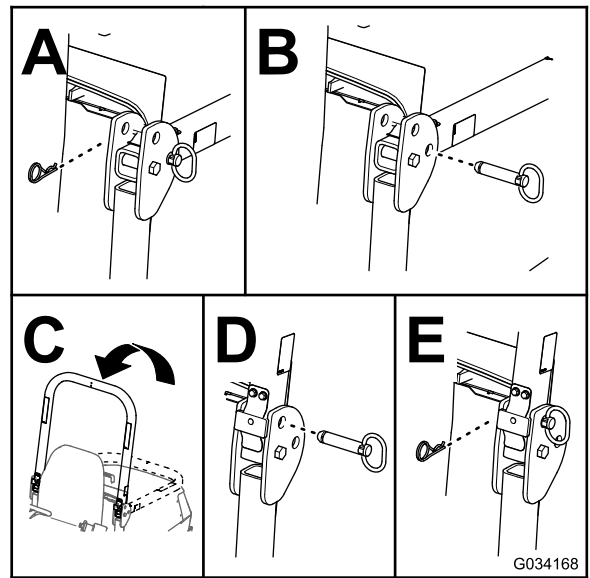

Figura 28
2. Retire las chavetas y los pasadores de la barra antivuelco (Figura 28).
3. Eleve la barra antivuelco y sujétela con los pasadores y las chavetas (Figura 28).